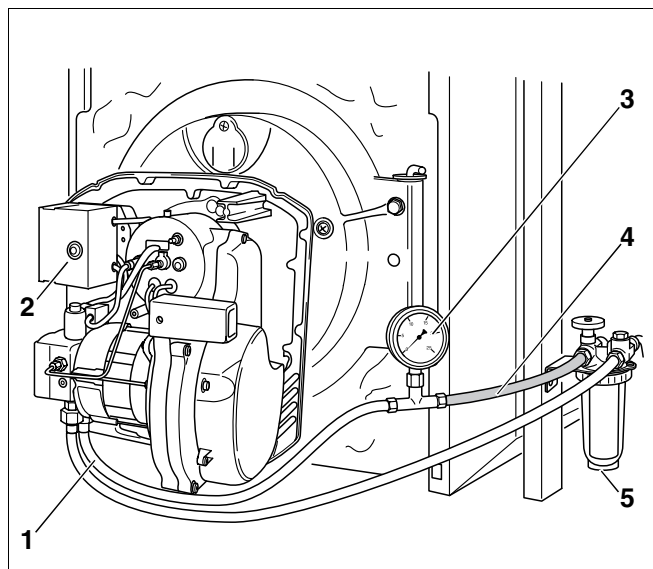

Fig. 29 Filtre de fioul, vacuomètre et tuyau transparent
- Monter le vacuomètre (fig. 29, **pos. 3**) avec le tuyau transparent (fig. 29, **pos. 4**; accessoire), comme représenté dans la figure 29, entre le filtre à fioul (fig. 29, **pos. 5**) et la conduite d'aspiration de fioul (fig. 29, **pos. 1**).
- Retirer le coffret de contrôle de combustion au fioul (fig. 29, **pos. 2**) du socle.
- Contrôler l'absence de bulles d'air dans le fioul aspiré sur le tuyau transparent (fig. 29, **pos. 4**).
- Fermer le robinet d'arrêt de fioul sur le filtre à fioul (fig. 29, **pos. 5**, page 25) et démonter le tuyau transparent (fig. 29, **pos. 4**, page 25) avec le vacuomètre (fig. 29, **pos. 3**, page 25).
- Visser la conduite d'aspiration de fioul (fig. 29, **pos. 1**, page 25) au raccordement du filtre à fioul (fig. 29, **pos. 5**, page 25).
- Ouvrir le robinet d'arrêt du fioul sur le filtre (fig. 29, **pos. 5**, page 25).